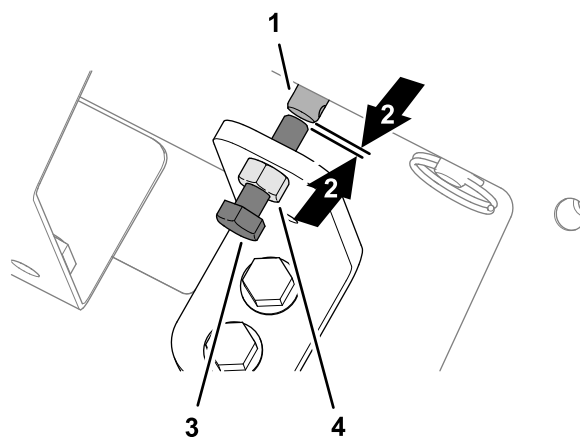

図 33
1. 手動優先ブラケットのジャムナットをゆるめる 図 33。
2. 手動優先バルブの六角ヘッドねじを左に回して、フロア速度ソレノイドのねじの端部とシステムの端部との間にわずかなすき間を作る 図 33。
3. ジャムナットを締める 図 33。